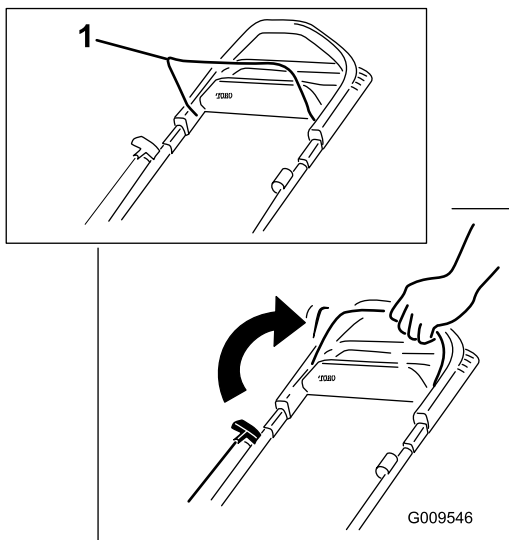

Figure 16
1. Serrez et maintenez la barre de commande de la lame contre le guidon (Figure 16).